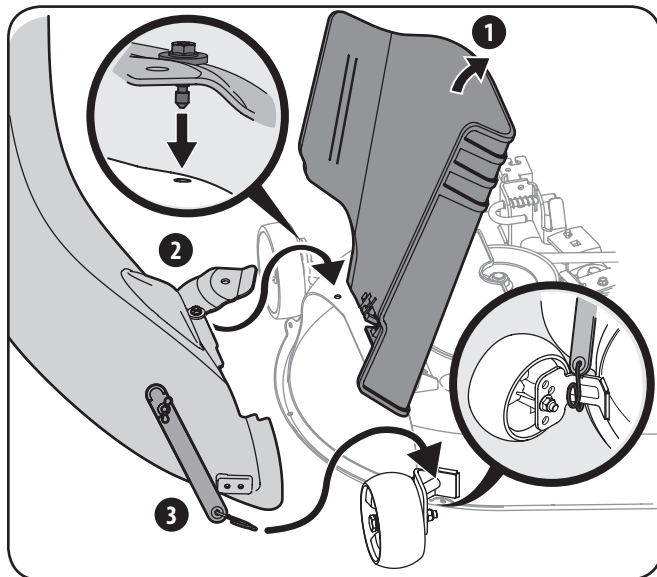

Figure 4-22
3. Alors que la goulotte d'éjection du tracteur est relevée et ouverte (élément 1 de la Figure 4-22), installez le coude sur l'ouverture de la goulotte en plaçant la goupille de fixation du plateau dans l'orifice prévu à cette fin, puis fixez le coude au plateau en accrochant la sangle de retenue du crochet de ressort au support de montage de la roue, comme montré à la Figure 4-22.